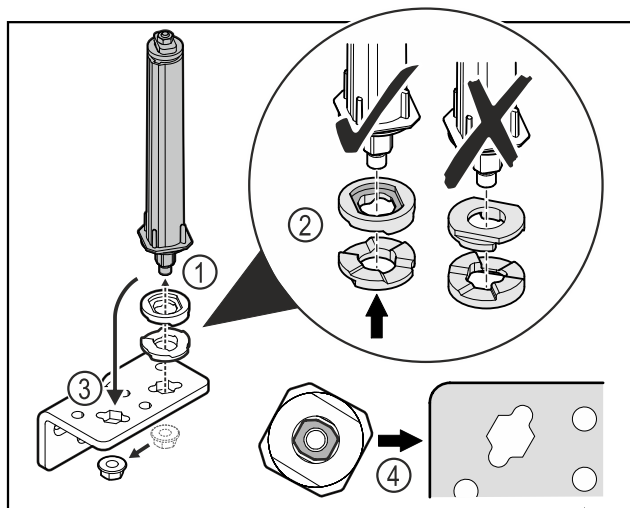

Fig. 20
- Odvijte matice in odstranite sistem za zaklepanje vrat Fig. 20 (1).
- Pazite na pravilno razporeditev podložk za nastavljanje višine Fig. 20 (2).
- Sistem za zaklepanje vrat prestavite v kotniku tečaja in ga fiksirajte z matico Fig. 20 (3).
- Pri vstavljanju pazite na pravilno naravnanoost sistema za zaklepanje vrat Fig. 20 (4).